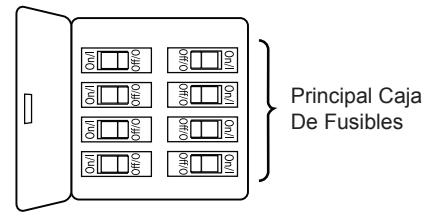

Figura 1
Uso de perfil bajo (Figura 1)
1. Extraiga la pieza de la bola colgante de la unidad de la bola colgante / varilla aflojando el tornillo de presión de la bola colgante hasta que la bola se libere de la varilla. Retire el pasador del barral y luego extraiga la semiesfera. Conserve el pasador y la semiesfera para su reinstalación en el Paso 6. (Figura 1)
Para evitar una posible descarga eléctrica, asegúrese de cortar la alimentación eléctrica de la caja de fusibles principal antes de colgar el ventilador. (Figura 1)
1. Para configurar el código de unidad del receptor. Deslice los interruptores de código a las mismas posiciones que en el transmisor. (Figura 1)
1. Instale la cubierta rotando la ranura clave en la cubierta sobre el tornillo de hombro del soporte del gancho, teniendo cuidado de no pillar los cables. Fije el tornillo de hombro. Instale adecuadamente y fije el segundo tornillo de hombro que fue anteriormente guardado. (Figura 1)
1. Apoye el lado liso del soporte de aspa sobre una superficie plana, con la parte interior del soporte mirando hacia arriba. Este es el lado que tiene los pilotes roscados y la base inclinada. Coloque la aspa sobre sus soportes con los postes roscados que se muestran. Asegúrese de que el borde inferior del aspa esté completamente asentado sobre el soporte de aspa. Coloque la cubierta del soporte de aspa sobre el aspa, y alinee los orificios sobre los pilotes roscados. Con un destornillador phillips, enrosque tres tornillos en los pilotes pero no los ajuste por completo. Antes de ajustarlos por completo, alinee la línea central del soporte de aspa con el centro del extremo del aspa. Ajuste tres tornillos para asegurar el aspa. (Figura 1)
- 1. Extraiga los seis tornillos del soporte ubicado en la parte inferior de la unidad del motor. Instale la ensamble de la placa de iluminación en al soporte utilizando los tornillos retirados previamente. (Figura 1)
- 1. IMPORTANTE:** El uso de un regulador de la intensidad completa (no incluido) para controlar la velocidad del ventilador dañará el dispositivo. Para reducir el riesgo de incendio o descarga eléctrica, no utilice dicho regulador para controlar la velocidad del ventilador. (Figura 1)